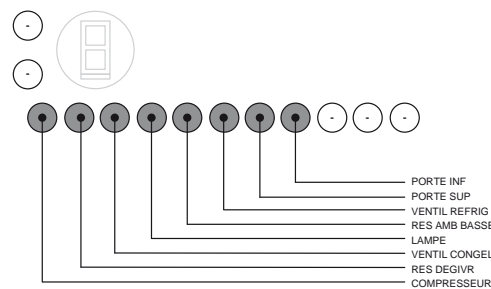

Fig.1 Entrée/sortie attribuée à chaque témoin DEL
- 3 Le témoin DEL respectif s'allume lorsqu'un dispositif fonctionne, tel qu'indiqué dans l'illustration Fig.1 ci-dessus.